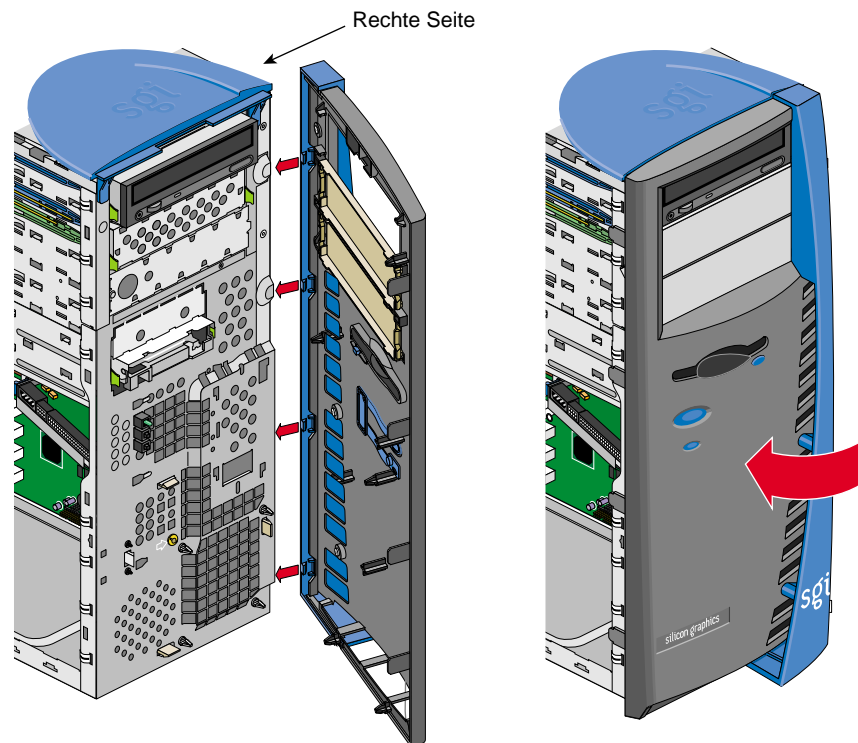

Abbildung 2-30 Anbringen der Frontblende
- An der rechten Seite der Frontblende befinden sich vier Laschen (siehe Abbildung 2-30).
- Führen Sie die vier Laschen an der rechten Seite der Frontblende in die entsprechenden Aussparungen im Gehäuse ein (siehe Abbildung 2-30).